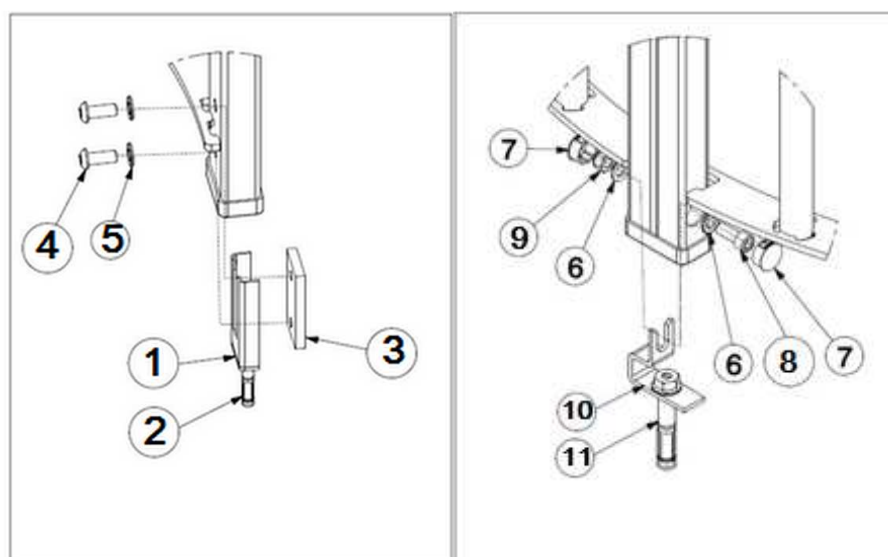

Рис. 8. Крепление неподвижной панели ограждения
4.2.9. Закрепите неподвижную панель ограждения турникета, используя скобы 1 и 10, болты анкеров 2 и 11 M12 (рис. 8), закрутив их в соответствующие анкера, используя ключ 19 мм.